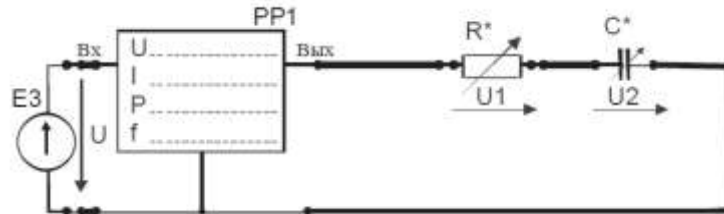

Рисунок 12 – Цепь переменного тока с последовательным соединением резистора и конденсатора
2. Собрать электрическую цепь с последовательным соединением резистора R^* и конденсатора C^* (рис. 12), используя элементы цепи в соответствии с заданным вариантом (табл. 10). В качестве резистора R^* использовать перестраиваемый резистор R10 в соответствующей позиции переключателя (табл. 13). У цифровых амперметров установить режим измерения переменного тока. Предъявить схему для проверки преподавателю.